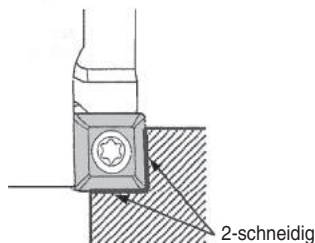

Abb. 1
- Beim Eckfräsen können sowohl die seitlichen als auch die unteren Schneiden verwendet werden. Beide Schneiden werden je nach ap gleichzeitig verschlissen. Die Wendeschneidplatte verwendet 2 statt 4 Schneiden (siehe Abb. 1).